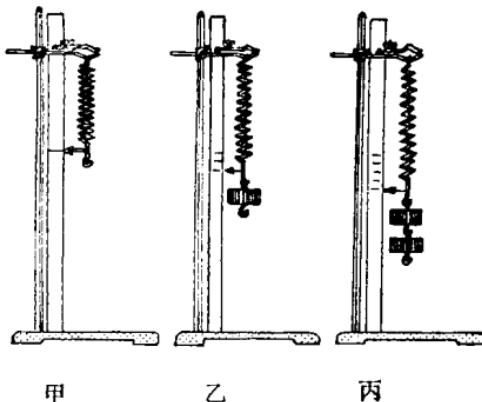

图 4—1
1. 把附有指针的弹簧挂在附有木条的铁架台上，在木条上用横线画出弹簧没有挂砝码时指针的位置，如图4—1甲所示。
2. 轻轻地把相同的砝码一个一个地挂在弹簧的下面，每挂一个砝码，都在木条上用横线画出指针的位置，如图4—1乙、丙所示。